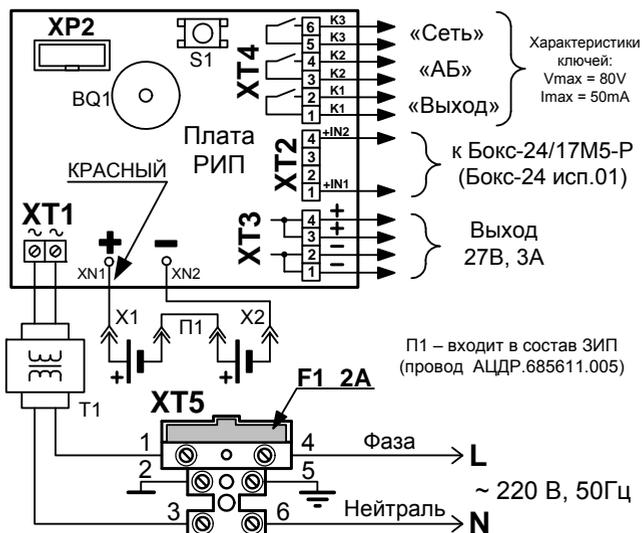

Рис. 2
ВНИМАНИЕ! При подключении внешнего питающего напряжения 220 В к сетевой колодке ХТ5 необходимо соблюдать правильность подключения проводов «фаза» и «нейтраль». Подключение производить в соответствии с Рис. 2. Схема подключения также расположена на внутренней стороне корпуса РИП.
3.2.4 Согласно схеме соединений (рис. 2):
б) изъять из колодки вставку F1 (2 А), подключить сетевые провода к входной колодке (фаза (L) должна быть подключена к ХТ5:4, см. рис. 2);
4.2.3 РИП обеспечивает программирование следующих режимов индикации и сигнализации нажатием на кнопку S1 (при открытой крышке РИП), находящуюся на плате см. рис.2.